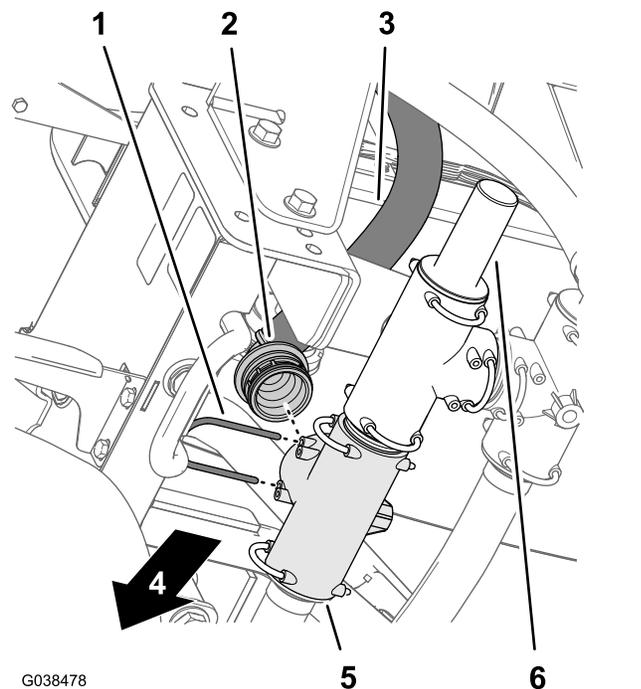

Figure 75
4. Emboîtez le raccord à 90° cannelé du flexible d'alimentation du pulvérisateur dans le raccord en T avant gauche (Figure 75).